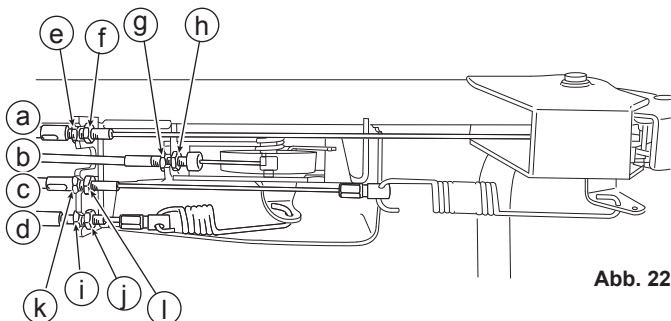

Abb. 22
8.5.1 Gashebel (Siehe Abb. 22 und 23)
8.5.2 Klingenhebel (Siehe Abb. 22 und 24)
3. Vergewissern Sie sich, dass die Klinge vollständig anhält, wenn der Klingenhebel (C) gelöst wird.
8.5.3 Kupplungshebel (Siehe Abb. 22 und 25)
3. Vergewissern Sie sich, dass die Maschine rückwärts gezogen werden kann, wenn der Kupplungshebel (B) gelöst ist.
8.5.4 Ganghebel (Siehe Abb. 22 und 26)